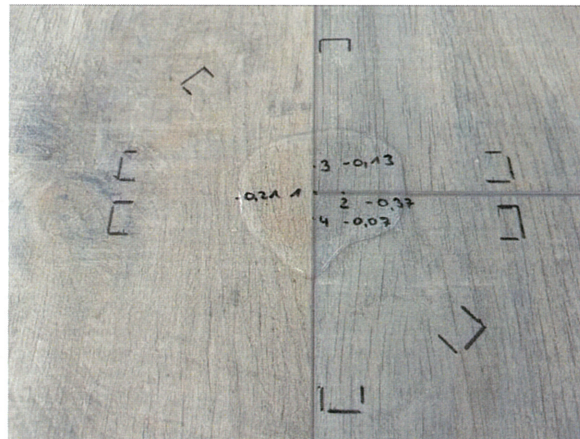

Abbildung 6: Fertige Anordnung für den Test der Auswirkungen von Wasser auf die Oberfläche
9. Geben Sie 10 ml zimmerwarmes destilliertes oder entionisiertes Wasser auf das markierte T-Stück. Siehe Abbildung 6.